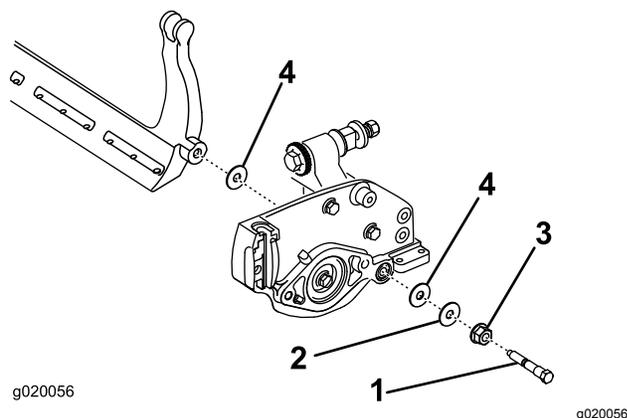

Figure 23
Mettez de côté 2 rondelles en nylon et 1 rondelle en acier à chaque extrémité de la barre d'appui (Figure 23).
- Placez une rondelle en nylon de chaque côté du bossage de la plaque latérale. Placez une rondelle en acier à l'extérieur de chaque rondelle en nylon (Figure 23).